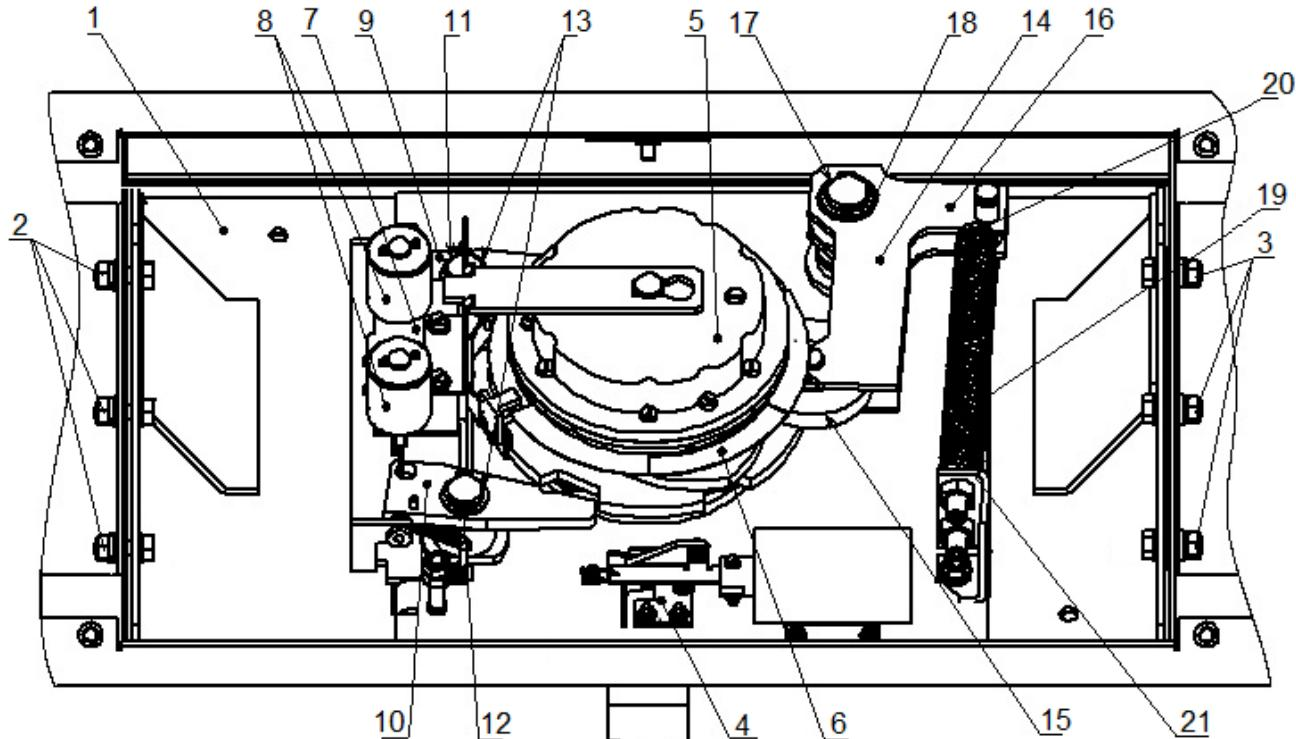

Рисунок 24. Узел вращения преграждающих планок турникета.
4. Снимите основную крышку (2) турникета в порядке, указанном в разд. 6, и положите ее на ровную устойчивую поверхность.
6. Осмотрите узел вращения преграждающих планок турникета (см. рис. 24): устройство доворота (толкателем, пружины и ролик), оптические датчики поворота преграждающих планок и демпфирующее устройство.
7. Удалите чистой ветошью, смоченной спирто-бензиновой смесью, возможное загрязнение с поверхности кольца контрольного (6, рис. 24), находящегося в зазоре оптических датчиков поворота преграждающих планок.
- смазкой **Chain and Rope Lube Spray - WEICON** оси вращения рычага толкателя (17, рис. 24) ролика (15, рис. 24) и стопоров (11, 12, рис. 24);
- смазкой **Chain and Rope Lube Spray - WEICON** детали механизма аварийного открытия прохода (4, рис. 24);
- смазкой **ШРУС-4** точки крепления пружин доворота (20, 21, рис. 24).
12. Проверьте крепление преграждающих планок (5) в шарнирных узлах турникета и, при необходимости, подтяните крепежные винты.
15. Установите на место основную крышку (2) в порядке, обратном снятию, и зафиксируйте ее ключом.